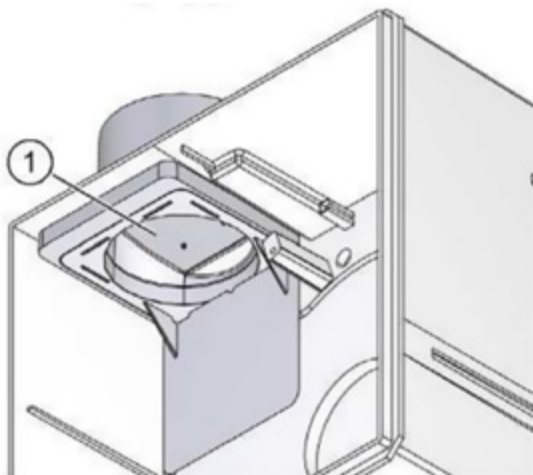
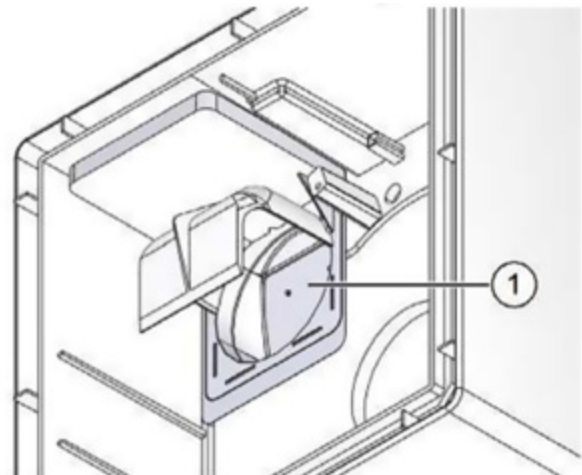

Abb. 4: Rückschlagklappe überprüfen, Ausblas seitlich
Abb. 5: Rückschlagklappe überprüfen, Ausblas hinten
- Überprüfen Sie die Rückschlagklappe (Pos. 1 in Abb.4 oder in Abb.5) auf Funktion und Freigängigkeit.